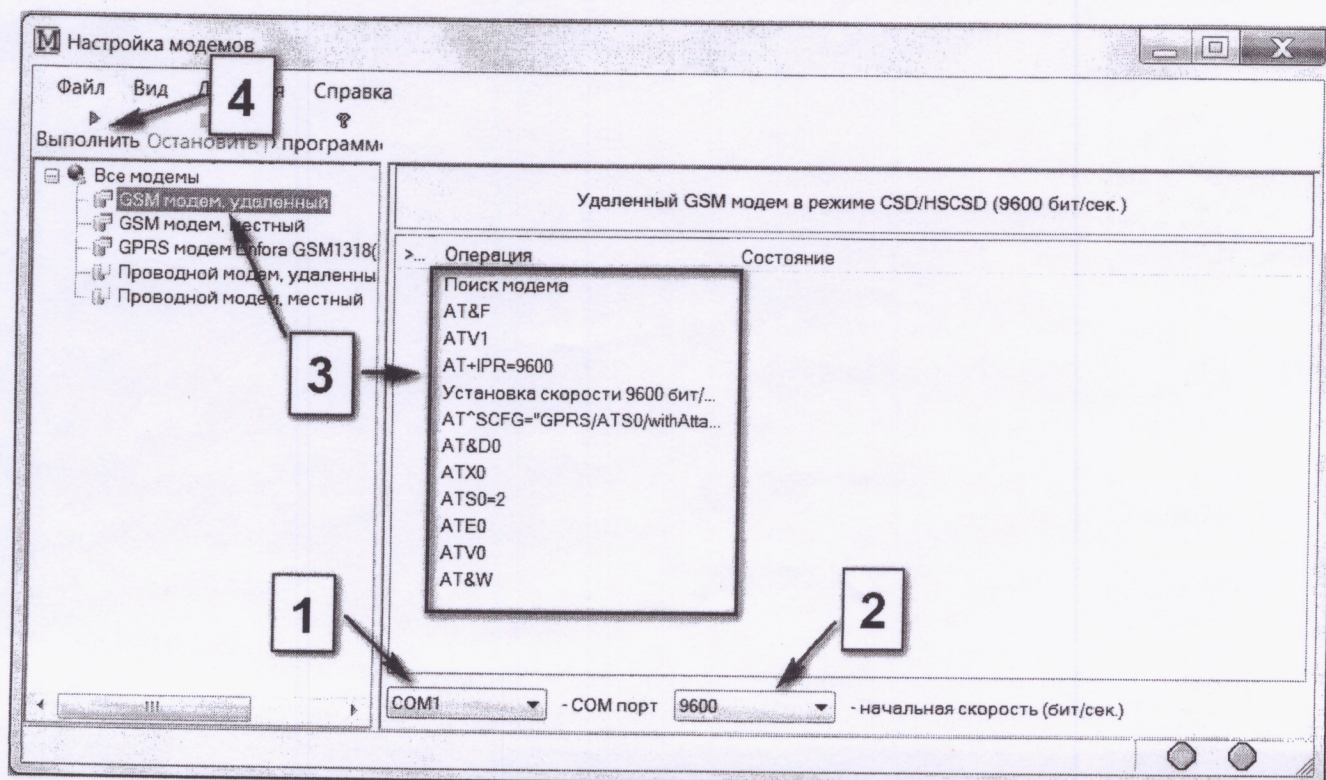

Рисунок 16
- запустить программу настройки GSM-модемов «ModemInitializer», в открывшемся окне (рисунок 16) указать номер COM-порта, к которому подключен модем, задать начальную скорость обмена – **9600**, выбрать прошивку «**GSM модем, удаленный**» и нажать кнопку «**Выполнить**».